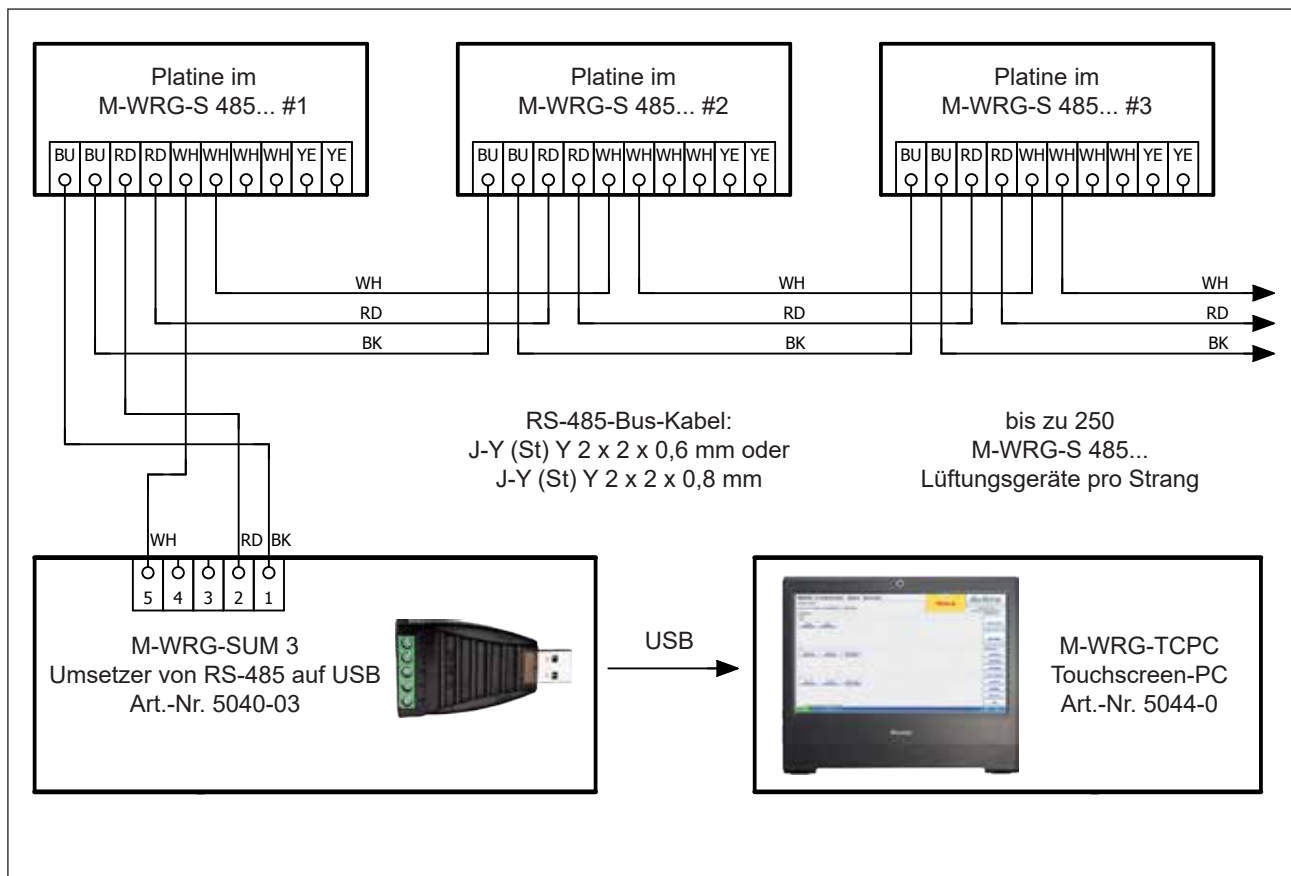

Abb. 23: RS-485-Netzwerk
- ▶ Führen Sie die Verdrahtung durch, wie in Abb. 23 auf Seite 34 gezeigt.